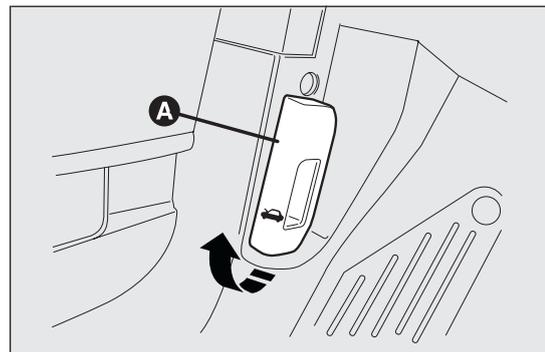

fig. 98
- tirar de la palanca A fig. 98 en el sentido indicado por la flecha;